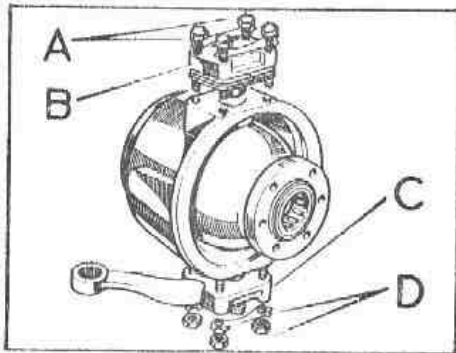

Fig. F-34 Tapa inferior y brazo de acoplamiento
- 1.2. Desmontar el soporte del extremo del pivote y brazo de acoplamiento, C (Fig. F-34).